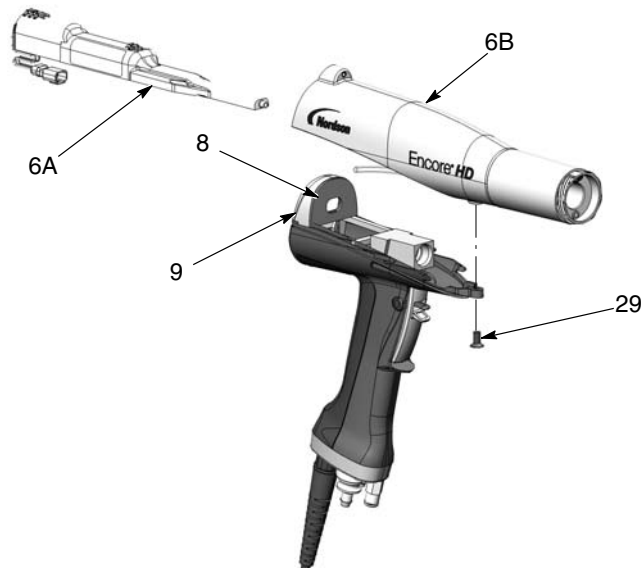

Figura 6-4 Remoção da alimentação de corrente do corpo da pistola
1. Consulte a figura 6-4. Deslize a fonte de alimentação (6A) para fora do corpo da pistola (6B).
2. Verifique a junta (8) na parte traseira da divisória (9). Substitua-a se ela estiver danificada. A junta está colada à divisória com cola sensível à pressão.